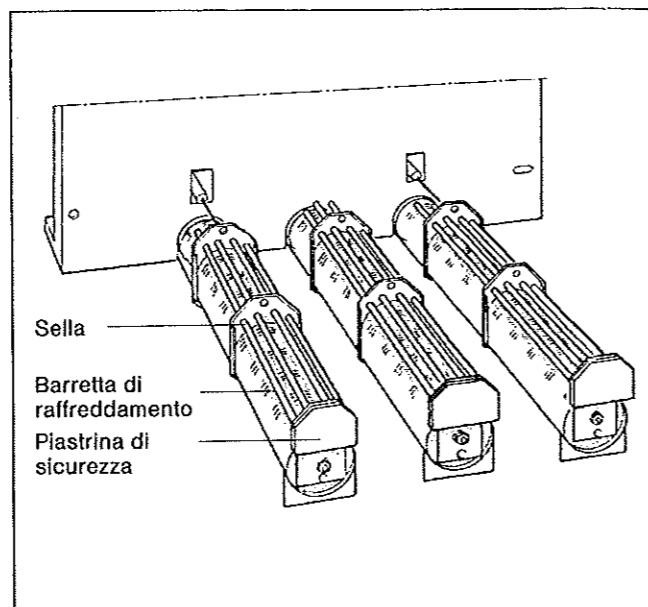

Fig. 28: Retro dello schermo bruciatore con barrette di raffreddamento
- Estrarre le piastrine di sicurezza dalle selle posteriori tirandole verso l'alto (Fig. 28).
- Sfilare le barrette di raffreddamento dalle selle. Le selle non vengono estratte (Fig. 28).